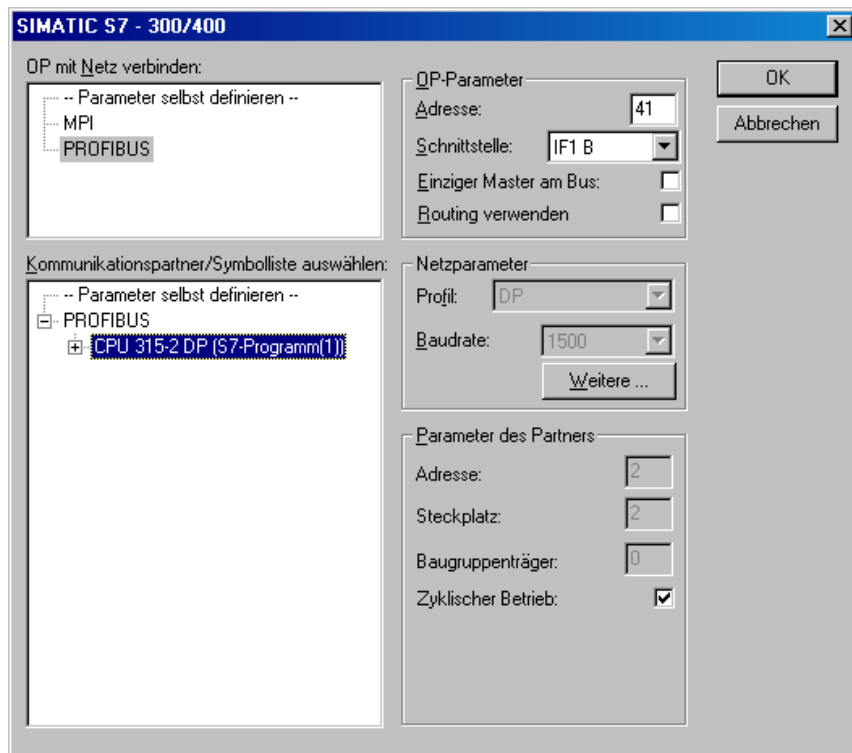

Bild 6-13 Bediengerät mit Netz und CPU verbinden – Beispiel
3. Wählen Sie in der jetzt geöffneten Dialogbox das Netz und die CPU aus, mit der das Bediengerät verbunden sein soll. Die Netzparameter werden dann übernommen. Bild 6-13 zeigt eine Beispielkonfiguration.